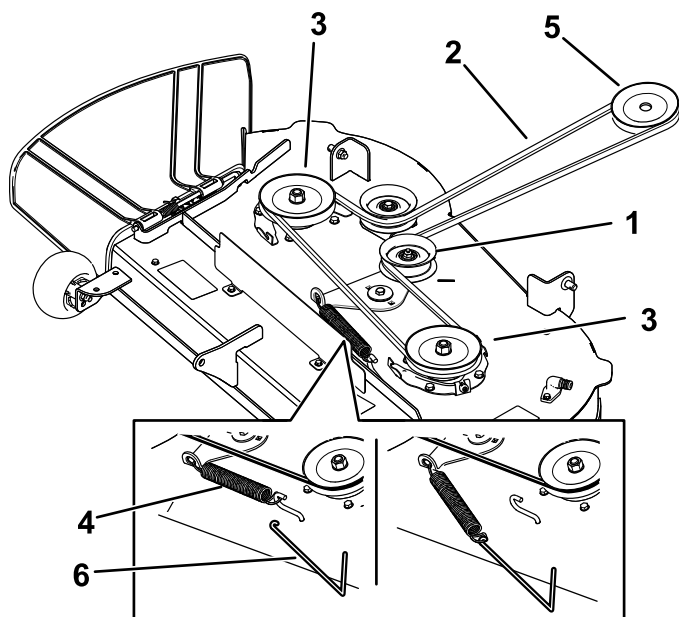

Figure 52
6. À l'aide d'un outil de dépôt de ressort (réf. Toro 92-5771), décrochez le ressort du crochet sur le tablier pour détendre la poulie de tension et déchaussez la courroie des poulies (Figure 52).
7. Acheminez la courroie neuve autour de la poulie du moteur et des poulies du tablier de coupe (Figure 52).
8. À l'aide d'un outil de dépôt de ressort (réf. Toro 92-5771), accrochez le ressort au crochet situé sur le tablier, afin d'exercer une tension sur la poulie de tension et la courroie du tablier de coupe (Figure 52).